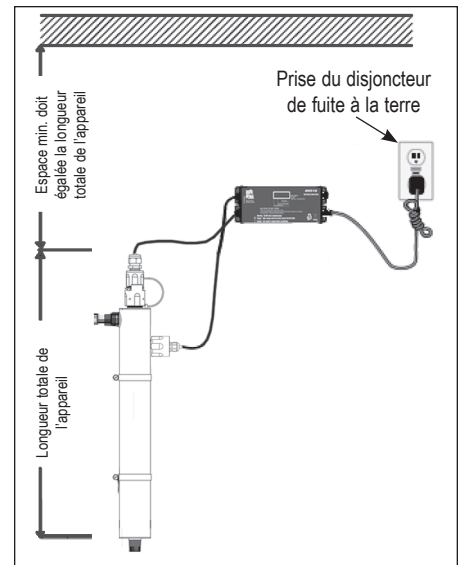

Figure 1A
2. Sélectionnez un emplacement adéquat pour le système de désinfection et les composants qui y sont reliés. Puisqu'il est recommandé d'installer un disjoncteur de fuite à la terre, assurez-vous de considérer cette option avant d'entreprendre toute installation. Le système peut être installé soit verticalement (avec le port d'entrée au bas) (figure 1A) ou horizontalement (figure 1B), cependant la méthode verticale est la plus populaire. En sélectionnant l'emplacement pour la monture, vous devez aussi laisser assez d'espace pour pouvoir retirer la lampe UV et/ou la chemise en quartz (vous voudrez typiquement laisser un espace égal à la taille de la chambre à réaction).